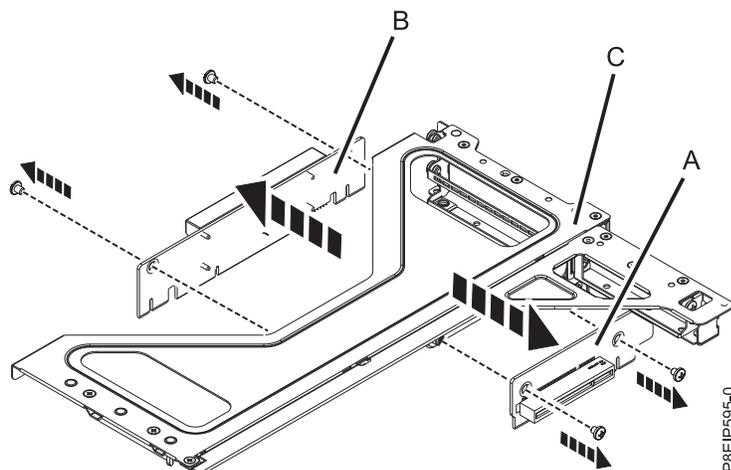

Abbildung 38. PCIe-Riserkarten aus Adapterrahmen ausbauen
7. Wenn Sie die Riserkarten für Position 3 (A), 4 oder 5 (B) ausbauen müssen; entfernen Sie die Schrauben, mit denen die PCIe-Riserkarte am Rahmen (C) befestigt ist (siehe Abb. 38).